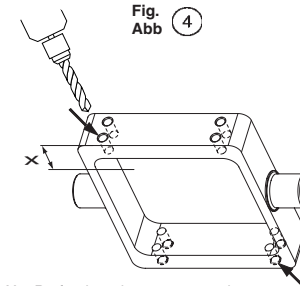

Fig. 4
- 4- Desserrer une vis pointeau de chaque face du tourillon (voir fig.4)
- 4- Unscrew a locking screw on each side of the centre trunnion (see fig. 4).
- 4- Lösen Sie je eine Klemmschraube auf jeder Seite der Schwenkbefestigung (siehe Abb. 4).
- 4-Togliere una vite a brugola da ogni lato della cerniera (vedere fig.4)
- 4-Desenroscar un prisionero de cada cara de la charnela (ver fig.4)